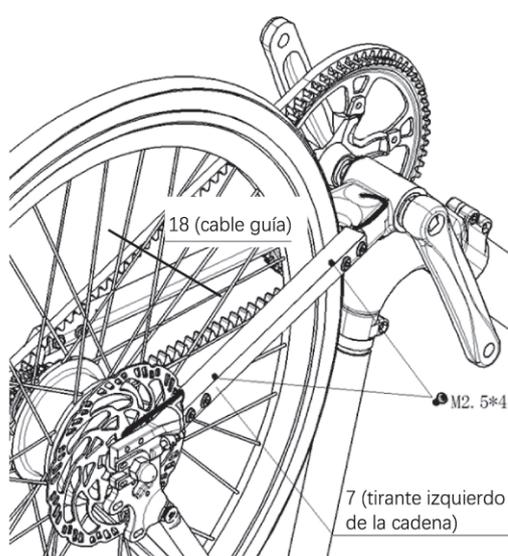

Figura 37-1.
c. Utilice la pieza 18 para cubrir el cable del motor y, a continuación, utilice un destornillador para bloquear los dos tornillos de M2,5*4 mm de la pieza 7, como se muestra en la Figura 37-1.